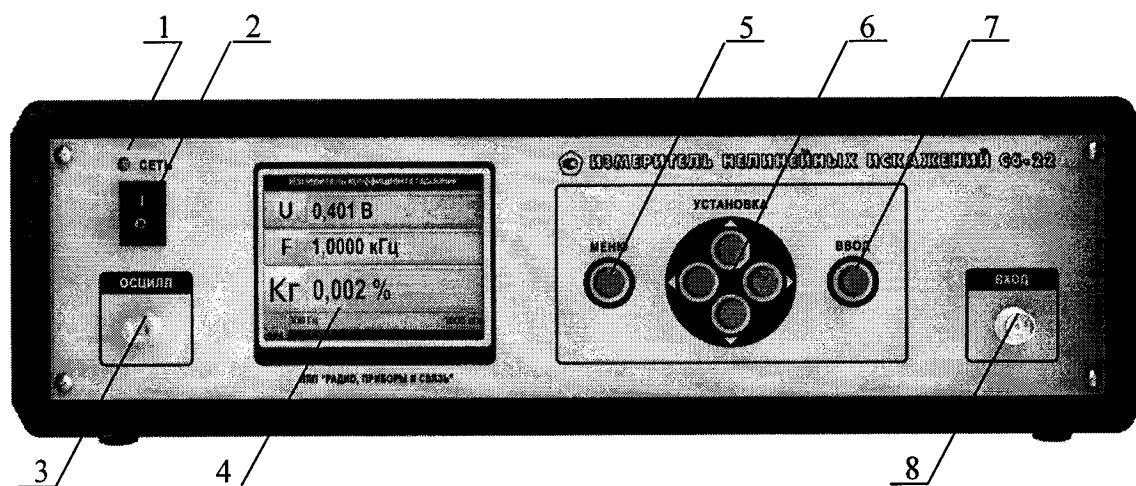
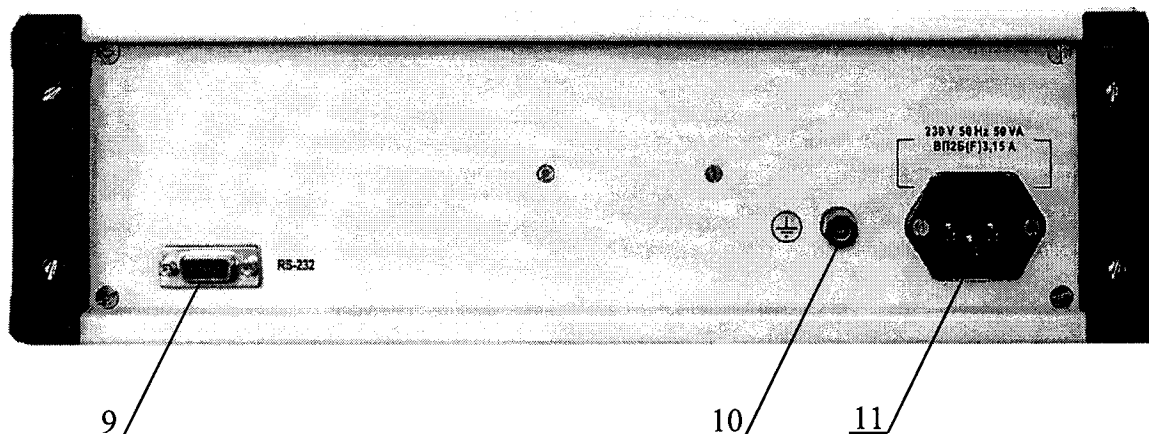

Рисунок 6.1 – Измеритель нелинейных искажений С6-22 (передняя панель)
Рисунок 6.2 – Измеритель нелинейных искажений С6-22 (задняя панель)
6.2.1. Органы управления и подключения прибора расположены на передней (рисунок 6.1) и задней (рисунок 6.2) панелях прибора.